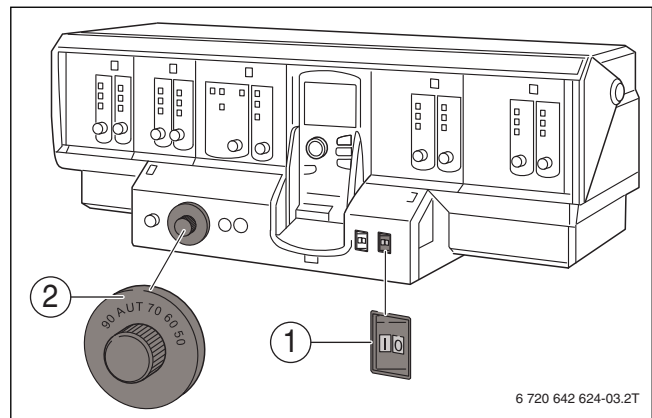

Рис. 39 Включите отопительную установку на системе управления (Logamatic 4000)
▶ Переведите пусковой выключатель (→ рис. 39 [1]) на обоих системах управления в положение I (ВКЛ).